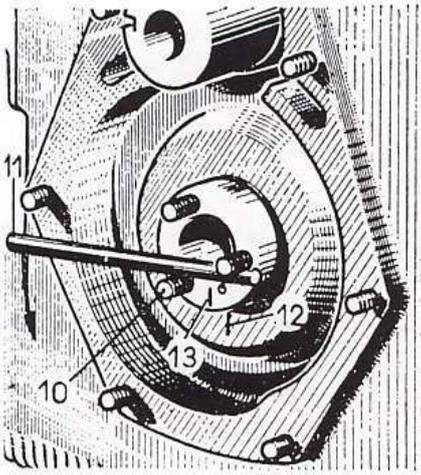

Fig. 30. — Dispositif permettant de faire tourner l'arbre à came
- Monter trois goujons-guides (10) (fig. 30) ($\varnothing 8$, longueur 60 mm environ) sur l'arbre à cames. Par le pivot, approcher le culbuteur d'échappement droit jusqu'à le mettre en contact avec la queue de soupape; approcher, également, le contre-écrou du pivot.
- Placer une broche (11) entre les goujons (10) et tourner l'arbre à cames dans son sens de marche (sens inverse d'horloge) jusqu'à l'ouverture maximum de la soupape.
- Repérer la position de l'arbre à cames par rapport au carter (traits de crayon (12) et (13) (fig. 30), puis tourner l'arbre à cames toujours dans le même sens, jusqu'à lui faire exécuter un demi-tour à l'opposé du repère (12); dans cette position, le poussoir est sur le dos de la came, (c'est-à-dire soupape fermée).